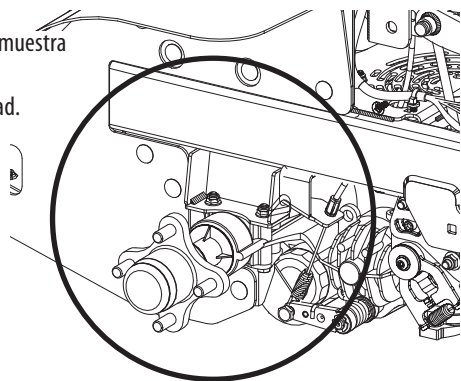

Fig. 19
- Limpie alrededor y cerca de la transmisión, eje y área de ventiladores (Fig. 19).